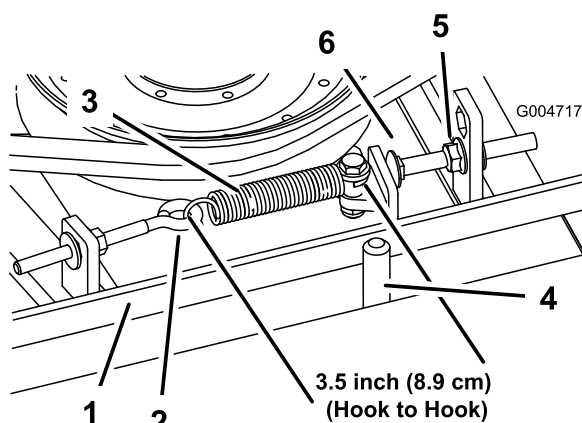

Figura 65
Cuando está correctamente tensado, la longitud del muelle de extensión (entre ganchos) debe ser de $3,50 \pm 0,25$ pulgadas aproximadamente (medida interior). Una vez que haya obtenido la tensión correcta del muelle, ajuste el perno de tope (perno de cuello cuadrado) hasta que quede aproximadamente $0,125 + 0,060 / - 0,000$ pulgadas de holgura entre la cabeza del perno y el brazo tensor (Figura 65).
Nota: Asegúrese de que la correa está colocada en el lado del muelle de la guía de la correa (Figura 65).
2. Afloje el perno de ojal para poder retirar el muelle de extensión (Figura 65).
Desenrosque la tuerca lo suficiente para permitir que el brazo tensor pase por el perno de tope (Figura 65). Aleje la polea tensora de la correa para aliviar la tensión de la correa.
8. Vuelva a conectar el muelle de extensión (Figura 65) al perno de ojal y tense la correa de la siguiente manera: